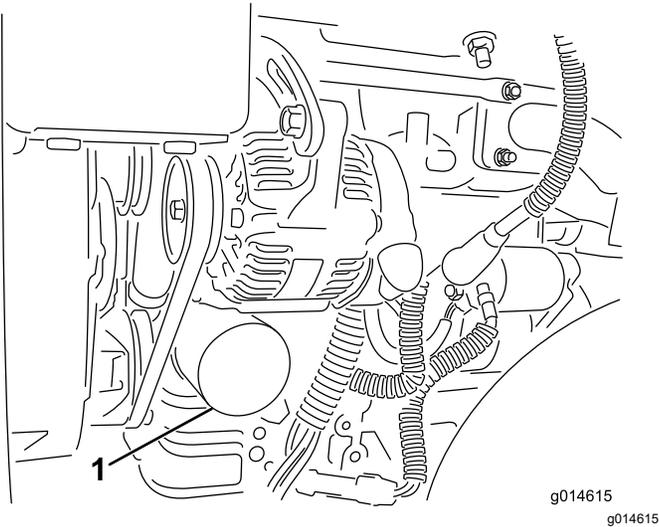

图 33
2. 拆下机油滤芯 图 33。在新的滤芯垫片上涂上薄薄一层干净油。